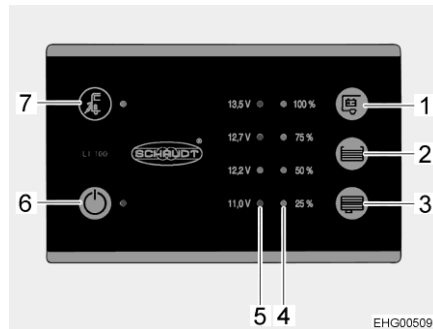

Bild 67 Panel (LT 100)
Netzanschluss Die gelbe LED beim Symbol Netzanschluss "⚡" (Bild 67,7) leuchtet, wenn das Fahrzeug an eine externe Netzversorgung angeschlossen ist. Die LED leuchtet dann auch bei ausgeschaltetem Panel.
Der 12-V-Hauptschalter (Bild 67,6) schaltet das Panel und die 12-V-Versorgung des Wohnraums ein und aus.
Einschalten: ■ Schalter "⏻" (Bild 67,6) drücken: Die 12-V-Versorgung des Wohnraums ist eingeschaltet. Die LED leuchtet grün.
Ausschalten: ■ Schalter "⏻" (Bild 67,6) erneut drücken: Die 12-V-Versorgung des Wohnraums ist ausgeschaltet. Die LED erlischt.
Die LED-Skala (Bild 67,5) zeigt die Batteriespannung der Wohnraumbatterie wie folgt an:
- Taste " (Bild 67,1) drücken: Die Batteriespannung der Wohnraumbatterie wird angezeigt.
Die LED-Skala (Bild 67,4) zeigt den Füllstand des Frischwassertanks oder des Abwassertanks an.
Taste "Frischwasser" (Bild 67,2) drücken: Der Füllstand des Frischwassertanks wird durch leuchtende LEDs angezeigt.
Taste "Abwasser" (Bild 67,3) drücken: Der Füllstand des Abwassertanks wird durch leuchtende LEDs angezeigt.